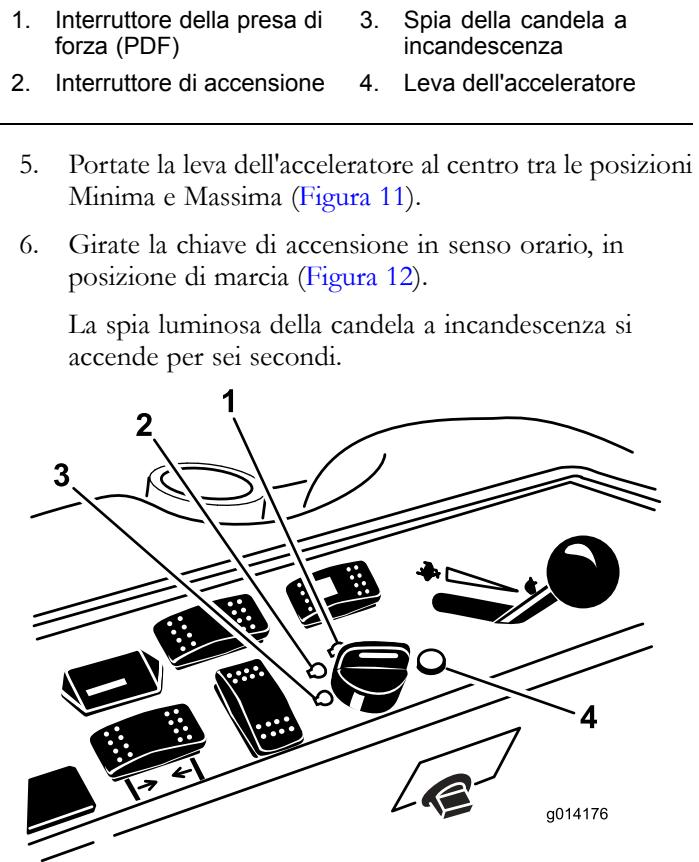

Figura 12
- Girate la chiave di accensione in posizione Off (Figura 12). Attendete che tutte le parti in movimento si siano fermate, prima di lasciare il posto di guida.